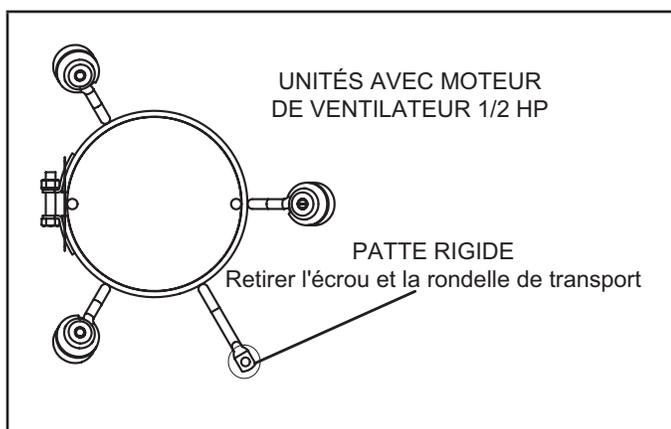

FIGURE 9
**REMARQUE -** Les modèles équipés d'un moteur de 1/2 HP comportent trois pattes de fixation flexibles et une patte rigide. La patte rigide est équipée d'un boulon d'expédition et d'une rondelle en plastique blanc (plutôt que de la bague de montage en caoutchouc utilisée sur les pattes de fixation flexibles). Reportez-vous à la FIGURE 9. Retirez le boulon et la rondelle avant de faire fonctionner le générateur d'air chaud. Une fois le boulon et la rondelle enlevés, la patte rigide ne touchera plus le corps du ventilateur.